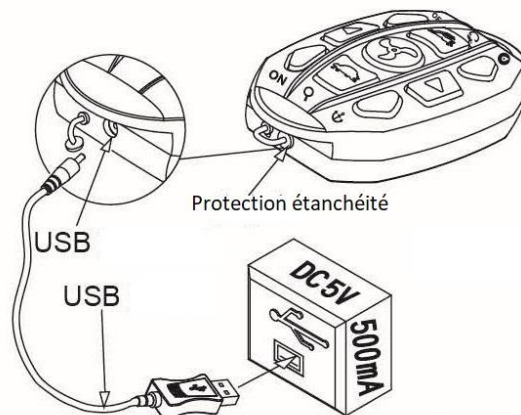

Fig. 15a
1) Retirez la protection du port USB sur la commande (figure 15a) et connectez le câble sur la commande et sur une prise adaptateur chargeur secteur USB (ou un ordinateur ou un adaptateur prise USB spécial voiture (chargeur allume-cigare). Le voyant rouge indique que la commande est en charge, le voyant vert indique que la commande est chargée. Si le voyant ne s'éclaire pas, remplacez la source de charge.
2) La télécommande peut être utilisée en moyenne et en continu pendant 48 heures. Vous pouvez la brancher sur un port de chargement USB (si votre bateau en est équipé) tout en continuant à l'utiliser pour commander le moteur Cayman. (Fig. 15a).